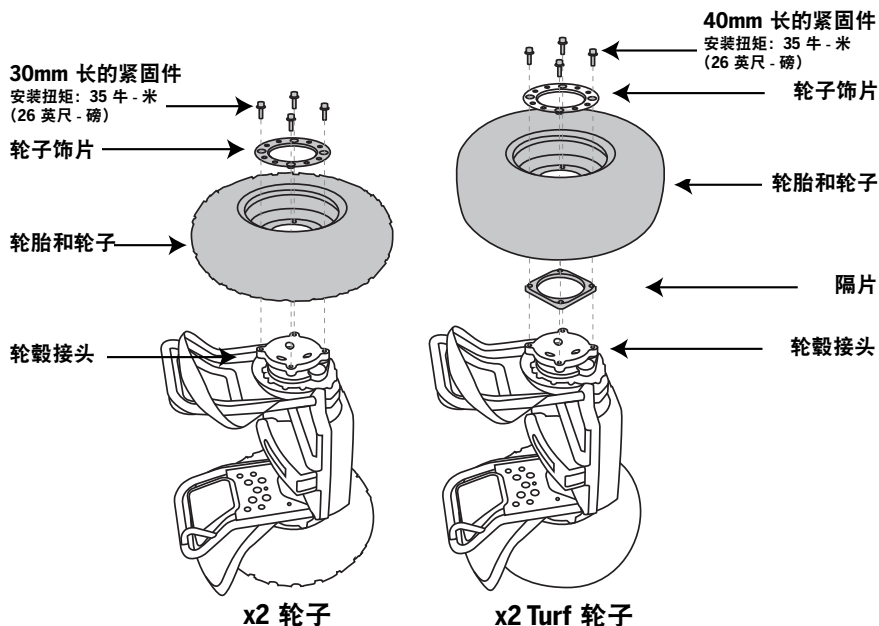

图 1. 拆卸或安装轮胎 / 轮子组件
2. 要拆卸轮胎 / 轮子组件、轮子饰片和隔片（仅限 x2 Turf），请将 Segway PT 向侧面翻倒，使要拆卸的轮子朝上，另一轮子放在干净、平整的表面上。请参见图 1。
3. 用 8mm 六角扳手卸下 4 个紧固件。抓住轮子不要让其转动。提起轮子，清理轮子安装面上的所有异物。对于 x2 Turf：同时提起隔片。请参见图 1。
4. 要重新安装轮胎 / 轮子组件和饰片，请将轮子放在轮毂接头上，使气门桩朝外。对于 x2 Turf：将隔片放在轮毂接头上，然后将轮子放在隔片上。请参见图 1。